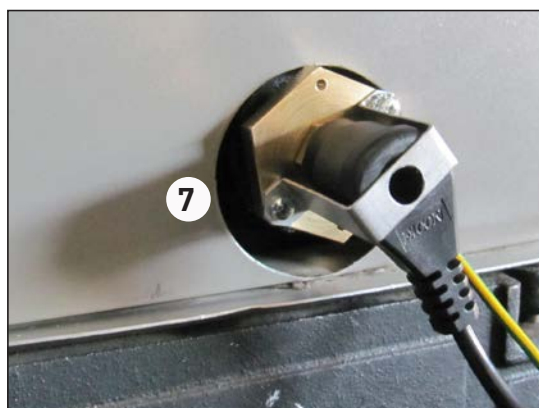

Fig. 13 Connettore termostato sicurezza
B) Collegare il cavo del termostato sicurezza (7 fig. 13) alla spina a sette poli (vedi SCHEMA ELETTRICO)